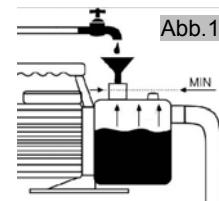

Abb.2
Bei der ersten Inbetriebnahme muss das Pumpengehäuse (8) vollständig entlüftet sein. Dazu muss das Pumpengehäuse mit Wasser befüllt werden (Abb. 1). Der einfachste Weg das Pumpengehäuse mit Wasser vor der Erst- bzw. Wiederinbetriebnahme aufzufüllen ist das Einfüllen von Wasser über den Druckanschluss der Pumpe (5) Falls das Gerät in einer festen Verrohrung installiert und somit der Druckanschluss nicht frei zugänglich ist, kann notfalls auch die Einfüll- und Entlüftungsschraube (9) unter Zuhilfenahme eines Trichters zur Befüllung verwendet werden (Abb. 2). Füllen Sie das Pumpengehäuse (8) bis zum maximal möglichen Füllstand mit Wasser. Überprüfen Sie, dass keine Sickerverluste auftreten. Schließen Sie die Einfüllöffnung wieder luftdicht. Es ist sehr empfehlenswert, zusätzlich auch die Ansaugleitung (2) zu entlüften - also mit Wasser zu befüllen. Die Elektropumpen der Serie GP sind selbstansaugend und können deshalb auch in Betrieb genommen werden, indem nur das Pumpengehäuse mit Wasser befüllt wird.